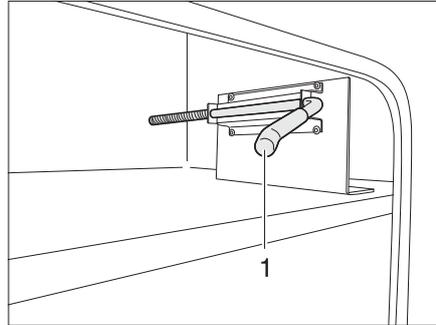

Bild 43 Sicherungshaken Außenklappe, Ausgangsposition
- Den Sicherungshaken (Bild 43,1) mit der anderen Hand herausziehen.
- Den Sicherungshaken vorsichtig in die Ausgangsposition (Bild 43,1) zurückschieben.